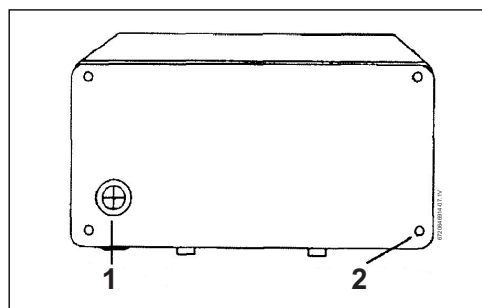

Fig. 6 Arrière de l'unité
- Si le passage par l'arrière du capot est choisi, découper le passe câble sur la plaque arrière avec un couteau bien aiguisé. Vérifier de ne pas retirer la gaine en caoutchouc de la plaque arrière (Fig. 6) :